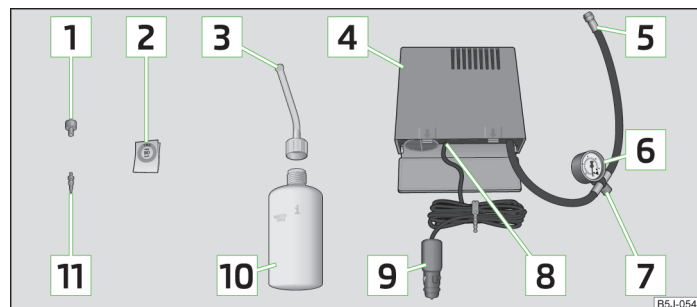

Fig. 147 Componentele setului
- Lipiți autocolantul **2** » fig. 147 la pagina 183 pe planșa de bord, în câmpul vizual al șoferului.
- Scuturați de câteva ori bine recipientul de umplere a anvelopei **10** » fig. 147 la pagina 183.
- Înșurubați bine furtunul de presiune **5** » fig. 147 la pagina 183 al compresorului de aer pe ventilul anvelopei.